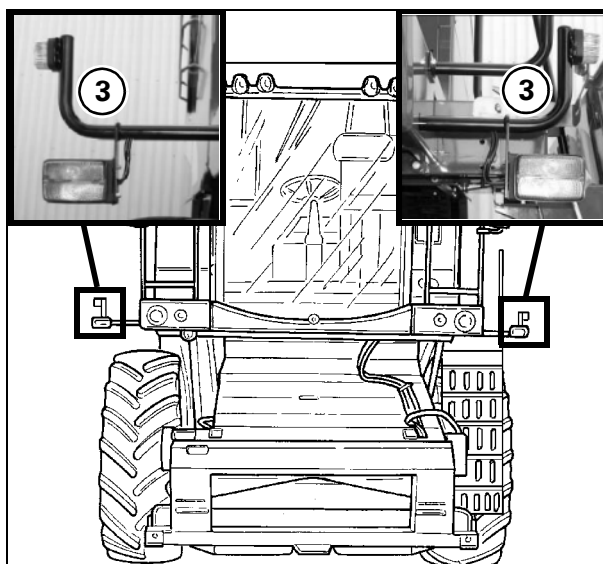

Рис. 92
- при первой сборке комбайна или при замене шин другими шинами из числа сертифицированных (см. таблицы на стр.11-2) необходимо отрегулировать положение габаритных фонарей и передних стояночных фонарей (3), чтобы они соответствовали габаритным размерам машины (Рис. 92).